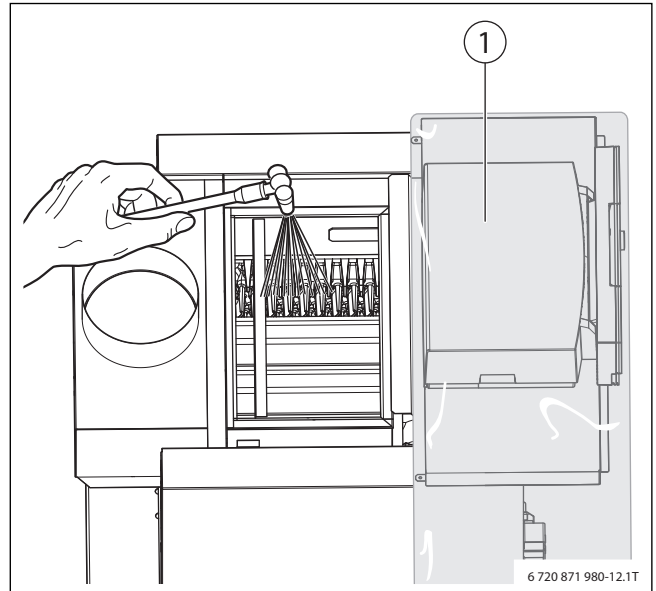

Рис. 46 Влажная чистка котла
- ▶ Накройте систему управления плёнкой (→ рис. 46 [1]). Не допускайте попадания аэрозольного тумана в систему управления и кабели системы управления.
- ▶ Равномерно распылите чистящее средство сверху в газоотводящих каналах (→ рис. 46).